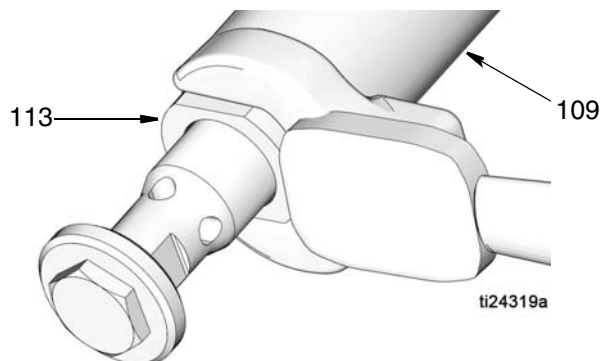

Рис. 27
3. Установите верхний шарик (106), предохранительную шайбу (103) и уплотнение (104) кромками вверх в удлинительный стержень (107). Вкрутите поршень (102) в удлинительный стержень (107). Зафиксируйте поршень на удлинительном стержне. Затягивать следует с усилием 25–30 футофунтов (34–41 Н•м).
4. Установите нижний шарик (106) в конец лопаточного стержня (108). Прикрутите лопаточный стержень (108) к поршню (102) с усилием 25–30 футофунтов (34–41 Н•м).
5. Установите подшипник (111) и уплотнение (112) кромками вверх в цилиндр насоса (109). Вкрутите уплотнение фиксатора (113) в цилиндр насоса (109).
6. Прикрутите цилиндр насоса (109) к удлинительной трубке (114). Прикрутите уплотнение фиксатора (113) с помощью вороткового ключа 7/8" с усилием 45–55 футофунтов (61–75 Н•м) (Рис. 27).
5. Нанесите на распорную трубку (114) смазку для резьбы и вкрутите трубку в переходник насоса (8). Прикрутите уплотнение фиксатора (113) с помощью вороткового ключа 7/8" с усилием 45–55 футофунтов (61–75 Н•м) (Рис. 27).